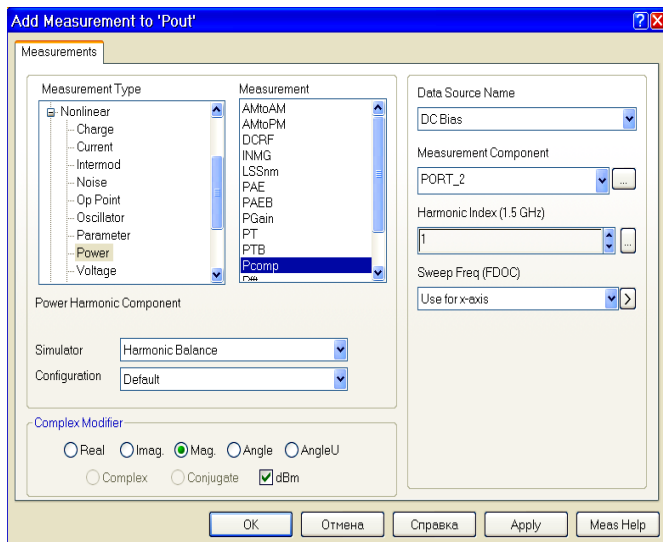

Рис. 4.23
3. Правой кнопкой мышки щёлкните по подгруппе **Pout** в группе **Graphs** в окне просмотра проекта и выберите **Add Measurement** во всплывающем меню. Откроется диалоговое окно **Add Measurement** (рис. 4.23).
4. В области **Measurement Type** раскройте группу **Nonlinear** и отметьте **Power**. Выберите **Pcomp** в области **Measurement**. Введите **DC Bias** в поле **Data Source Name**, введите **PORT_2** в поле **Measurement Component**, введите **1** в поле **Harmonic Index**, в поле **Sweep Freq(FDOC)** введите **Use for x-axis**, отметьте **dBm** в области **Complex Modifier** и нажмите **Apply** и **OK** (рис. 4.23).